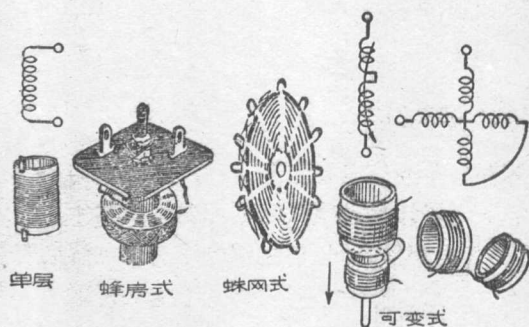

图 10 各种线圈
3. 线圈 它和下面所说的电容器相配合，是矿石收音机用来挑选电台的部分。因此也可以说是矿石收音机的一个大门。线圈是用铜线（漆包线或丝包线、纱包线）绕在一个线圈管上。象竹管、纸管、瓷管等都可以做线圈管。有的线圈用较粗的漆包线绕成，甚至可以做成不用线圈管的。线圈根据它的绕法不同分成单层或多层式、蜂房式、花篮式、蛛网式等等，见图10。在本书中常用的线圈为单层式的。如果有二个线圈同绕在同一线圈管上，或将两个线圈并排地放置，它们之间就产生所谓互相感应的作用。当一个线圈有高频交流电通过时，另一个线圈中也会产生交流电。这种作用叫交流，或耦合。